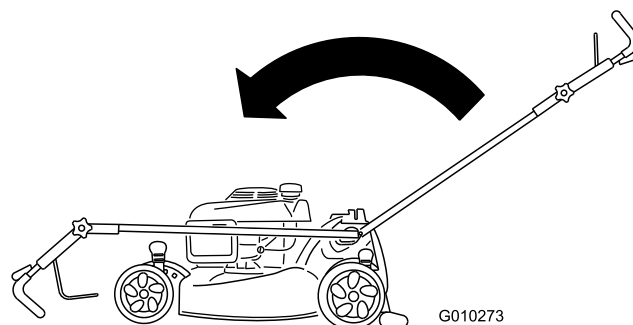

Figura 38
1. Manopola della stegola (2)
2. Piegate la stegola in avanti come mostrato nella Figura 38.